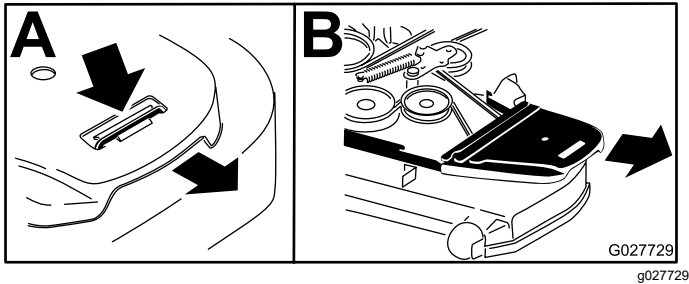

Figure 4
2. Déposez le protège-courroie droit (Figure 4).